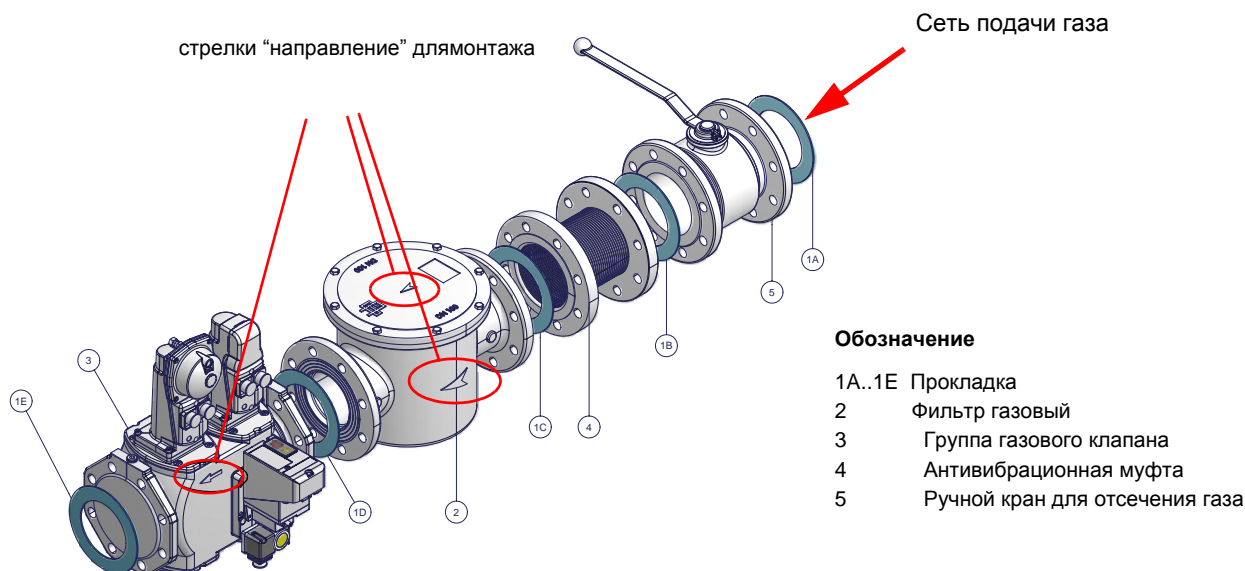

Рис. 6 - Пример газовой рампы
1 - б) при фланцевых соединениях: между соседними компонентами устанавливать прокладку (1A..1E - Рис. 6), совместимую с используемым газом,
**ВНИМАНИЕ:** после монтажа газовой рампы согласно схеме, необходимо провести тестирование на Рис. 6 герметичность газового контура, согласно требований действующих нормативов.